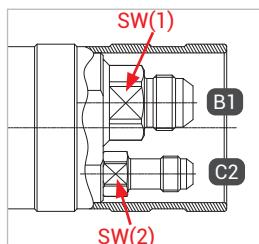

Abbildung 1
- ▶ Halten Sie beim Montieren des Füll- und Rückführschlauches an den Schlüsselflächen SW(1) und SW(2) (Abbildung 1) mit einem Gabelschlüssel gegen.
- ▶ Verschrauben Sie die Betriebsmedienzuleitung „B1“ druckdicht mit dem Anschluss des Füllschlauches (Abbildung 1).
- ▶ Verschrauben Sie die Gasrückführung „C2“ druckdicht mit dem Anschluss des Rückführschlauches (Abbildung 1).